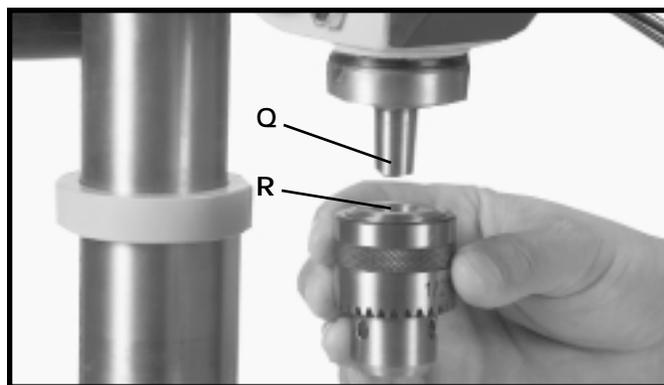

Fig. 15
10. **IMPORTANT** : S'assurer que la partie conique de la broche (Q) fig. 15 et que le trou conique du mandrin (R) sont propres et exempts de toute graisse, laque ou de revêtements anti-rouille. **REMARQUE** : Un nettoyant domestique pour four peut enlever avec efficacité toute substance de la broche et du mandrin; toutefois, suivez soigneusement les règles de sécurité du fabricant concernant son emploi.